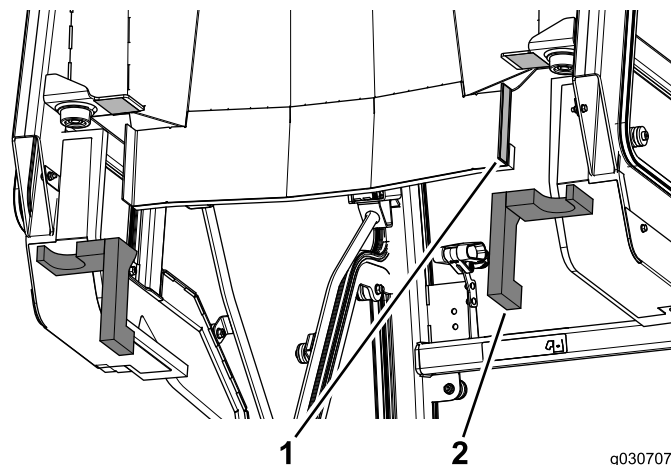

Figura 14
1. Rimuovete il supporto di carta dal nastro biadesivo sulla parte posteriore della cabina (Figura 14).
2. Applicare le guarnizioni laterali posteriori in schiuma sintetica sulla cabina (Figura 14).